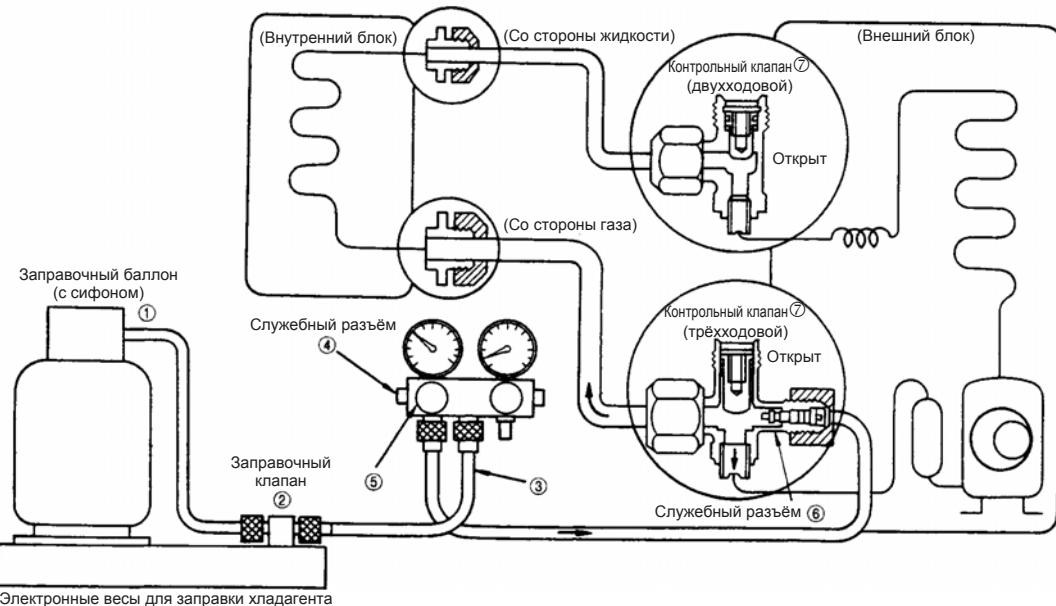

Рис. 7: расположение компонентов во время дозаправки хладагента
- (1) следует предпринять описанные ниже шаги. См. рис. 7.).